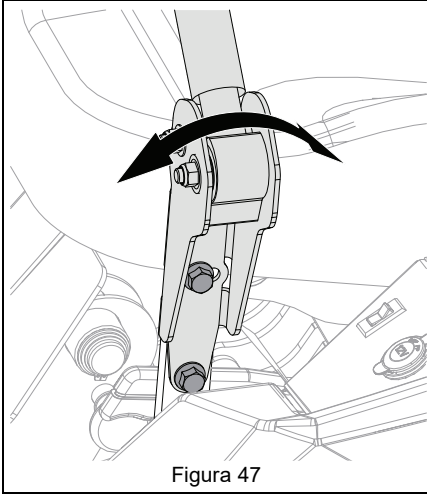

Figura 47
3. Aflojar la tornillería de montaje, alinear las palancas y apretar la tornillería. Consulte Figura 47.
Consulte Figura 47.